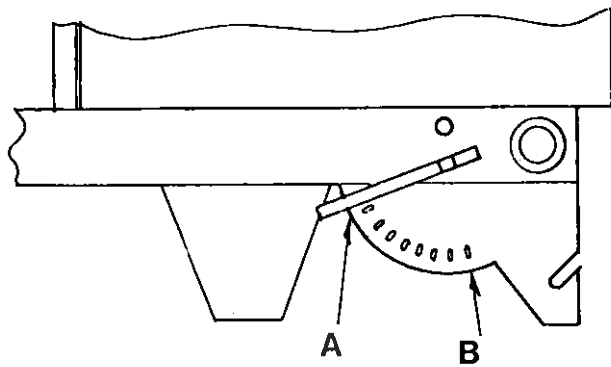

Fig. 8. Bundkæde - mekanisk træk
2.1. Bundkædens hastighed - mekanisk træk Fig. 8.